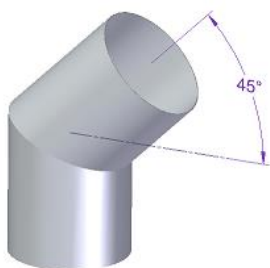
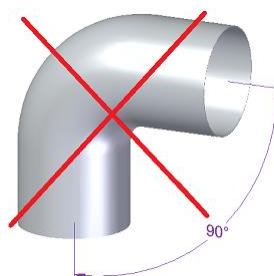

Figura 1 - Inclinación correcta para las curvas
Figura 2 - Inclinación incorrecta para las curvas
- * En las condiciones nominales de funcionamiento, el tiro de los gases de combustión debe originar una depresión de 12Pa un metro por encima de la boca de la chimenea. Para que la instalación sea buena, deben aplicarse, en vertical, al menos 2 metros de tubo metálico de chimenea con el mismo diámetro de la salida de humos del insertable. A continuación de esta sección se pueden utilizar elementos de tubería con una inclinación máxima de 45°. En las Figura 1 e Figura 2 se muestran las inclinaciones correcta e incorrecta de las curvas, respectivamente;